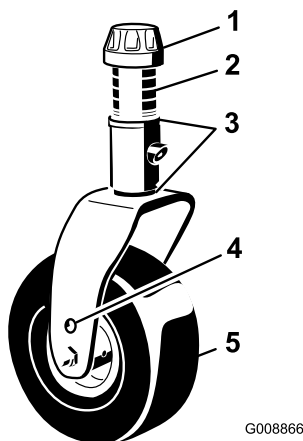

Рисунок 105
1. Снимите колпачковую гайку с вала шпинделя и извлеките шпиндель из рычага поворотного колеса (Рисунок 105).